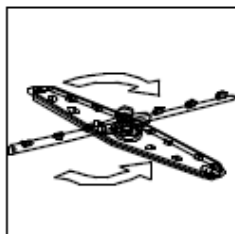

Рис.17
- что рукава вращаются правильно, форсунки не заблокированы (рис. 17, 18, 19, 20).
- моющие рукава вращаются правильно (рис. 17) и не заблокированы. При необходимости очистите их.